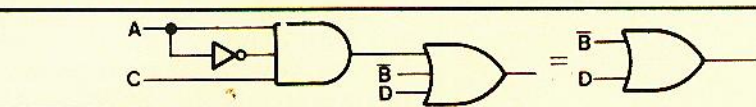

FIGURA 11-3
d.  $\bar{B} + A C \bar{A} + D = \bar{B} + A \bar{A} C + D = \bar{B} + 0.C + D = \bar{B} + 0 + D = \bar{B} + D$  (veja a figura 11-3). Pela figura, vemos que o circuito original, composto por duas portas e um inversor, fica reduzido a apenas uma porta OU.